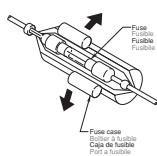

Figure 6 / Figure 6 / Figure 6 / Figure 6
- Pour remplacer le fusible, ouvrir le loquet sur le côté de l'appareil pilote, retirer le ancien fusible et insérer le fusible nouveau. (Figure 6) \* Existe diverses types de boîtes fusibles. Ne pas laisser la borne de batterie entrer en contact avec les autres pièces métalliques.